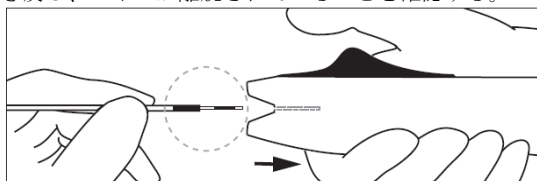

図 5
16. デタッチメントハンドルをゆっくりと慎重に引いてデリバリープッシャーから取り外す。黒色のアラインメントゾーンが離れていることを確認した後(図 5)、X 線透視下でデリバリープッシャーをゆっくりと慎重に引き戻し、コイルが離脱されていることを確認する。